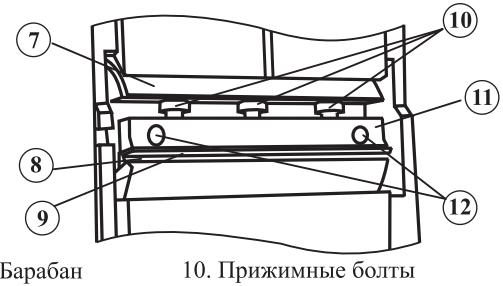

Рисунок 3
3. Поверните рубанок подошвой вверх. Проверните барабан 7 (рис. 3) так, чтобы Вы увидели нож 9.